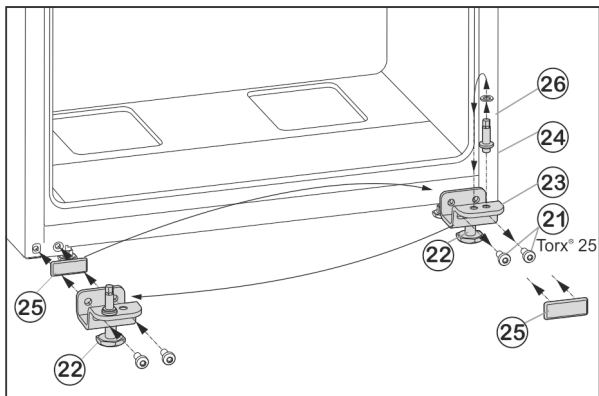

Fig. 7
- ▶ Tekerje le a rögzítőcsavarokat Fig. 7 (21).
- ▶ Vegye le a teljes alsó csapágybakot Fig. 7 (23) a csapszeggel Fig. 7 (24), az alátéttel Fig. 7 (26) és a beállító lábbal Fig. 7 (22).
- ▶ Csavarozza le a teljes csapágybakot Fig. 7 (24) az alátéttel Fig. 7 (26), helyezze át a csapágybak túloldali felvevő furatába, és csavarozza vissza.
- ▶ Óvatosan vegye le a fedőlemezt Fig. 7 (25), és helyezze át az ellenkező oldalra.
- ▶ A teljes alsó csapágybakot Fig. 7 (23) a csapszeggel Fig. 7 (24), az alátéttel Fig. 7 (26) és a beállító lábbal Fig. 7 (22) a csuklópánt új oldalán **erősen (4 Nm-es nyomatékkal)** csavarozza vissza, adott esetben egy akkus csavarhúzó használatával.
- ▶ Az alsó ajtót felülről helyezze a csapszegre Fig. 7 (24).
- ▶ Tekerje ki az állítólábat Fig. 7 (22) az alsó csapágybakból Fig. 7 (23), míg hozzá nem ér a talajhoz.